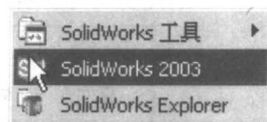

图 1-16 启动方法 1
(1) 在 Windows 环境下选择【开始】|【程序】|【SolidWorks 2003】，然后单击其子菜单中的【SolidWorks 2003】命令，如图 1-16 所示。